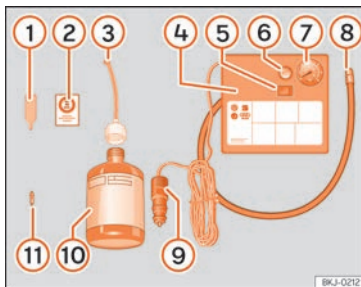

Abb. 202 Prinzipdarstellung: Bestandteile des Pannensets
Das Pannenset befindet sich im Gepäckraum unter dem Bodenbelag. Es besteht aus folgenden Bestandteilen »» **[Abb. 202]**:
- Ventilkappe und Ventileinsatz vom Reifenventil abschrauben. Verwenden Sie den Ventileinsatzdreher »» **[Abb. 202]** ① zum Heraus-
- Reifenfüllflasche kräftig schütteln »» **[Abb. 202]** ⑩.
- Einfüllschlauch »» **[Abb. 202]** ③ auf die Reifenfüllflasche schrauben. Die Folie am Verschluss wird automatisch durchstoßen.
- Verschlussstopfen vom Einfüllschlauch »» **[Abb. 202]** ③ entfernen und das offene Schlauchende auf das Reifenventil schrauben.
- Ventileinsatz mit dem Ventileinsatzdreher »» **[Abb. 202]** ① wieder in das Reifenventil schrauben.
- Reifenfüllschlauch »» **[Abb. 202]** ⑧ des Luftkompressors fest auf das Reifenventil schrauben.
- Prüfen, ob die Luftablassschraube »» **[Abb. 202]** ⑥ zuge dreht ist.
- Kabelstecker »» **[Abb. 202]** ⑨ in eine 12-Volt-Steckdose des Fahrzeugs stecken »» S. 189.
- Luftkompressor mit dem EIN-/AUS-Schalter »» **[Abb. 202]** ⑤ einschalten.
• Kleben Sie den Aufkleber »» (Abb. 202) ② im Sichtfeld des Fahrers auf das Kombi-Instrument.
Schließen Sie den Reifenfüllschlauch »» (Abb. 202) ⑧ wieder an und lesen Sie den Reifenfülldruck an der Reifenfülldruckanzeige ⑦ ab.